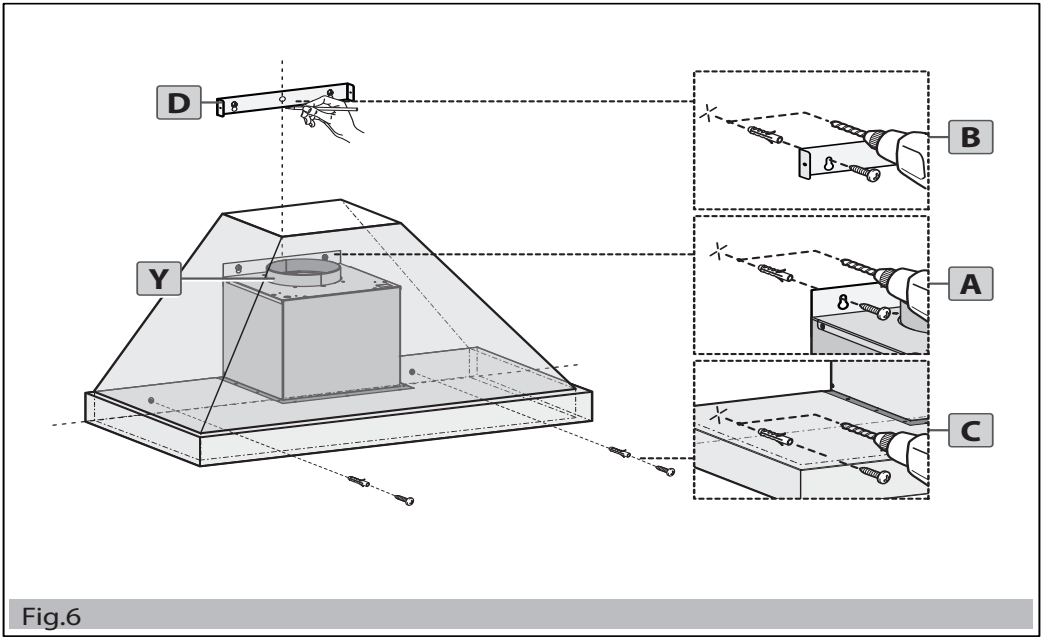

Fig.6
5. Appendere la cappa al muro (A), e fissarla con le viti (C) (Fig.6).
6. Posizionare la staffa (D) e fissarla alla parete (B) (Fig. 6).